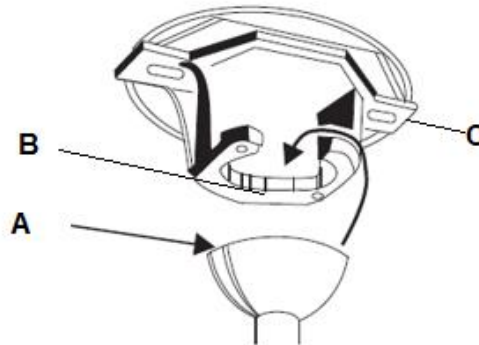

Afb. 4
**DE VENTILATOR INSTALLEREN****DE ONDERSTANG INSTALLEREN (Afb. 4)**
1. Verwijder het kogelgewricht (2) en de deuvelpen van de onderstang (5) door de stelschroef (3) los te draaien.